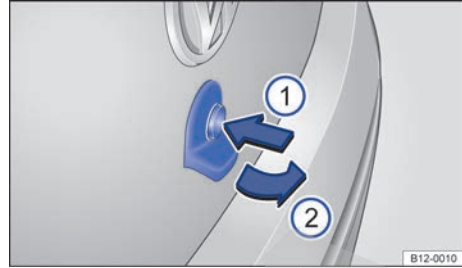

Fig. 28 Abrir la tapa trasera por afuera.
- Presionar el botón → **fig. 28** **①** y levantar la tapa trasera con la empuñadura **②**.